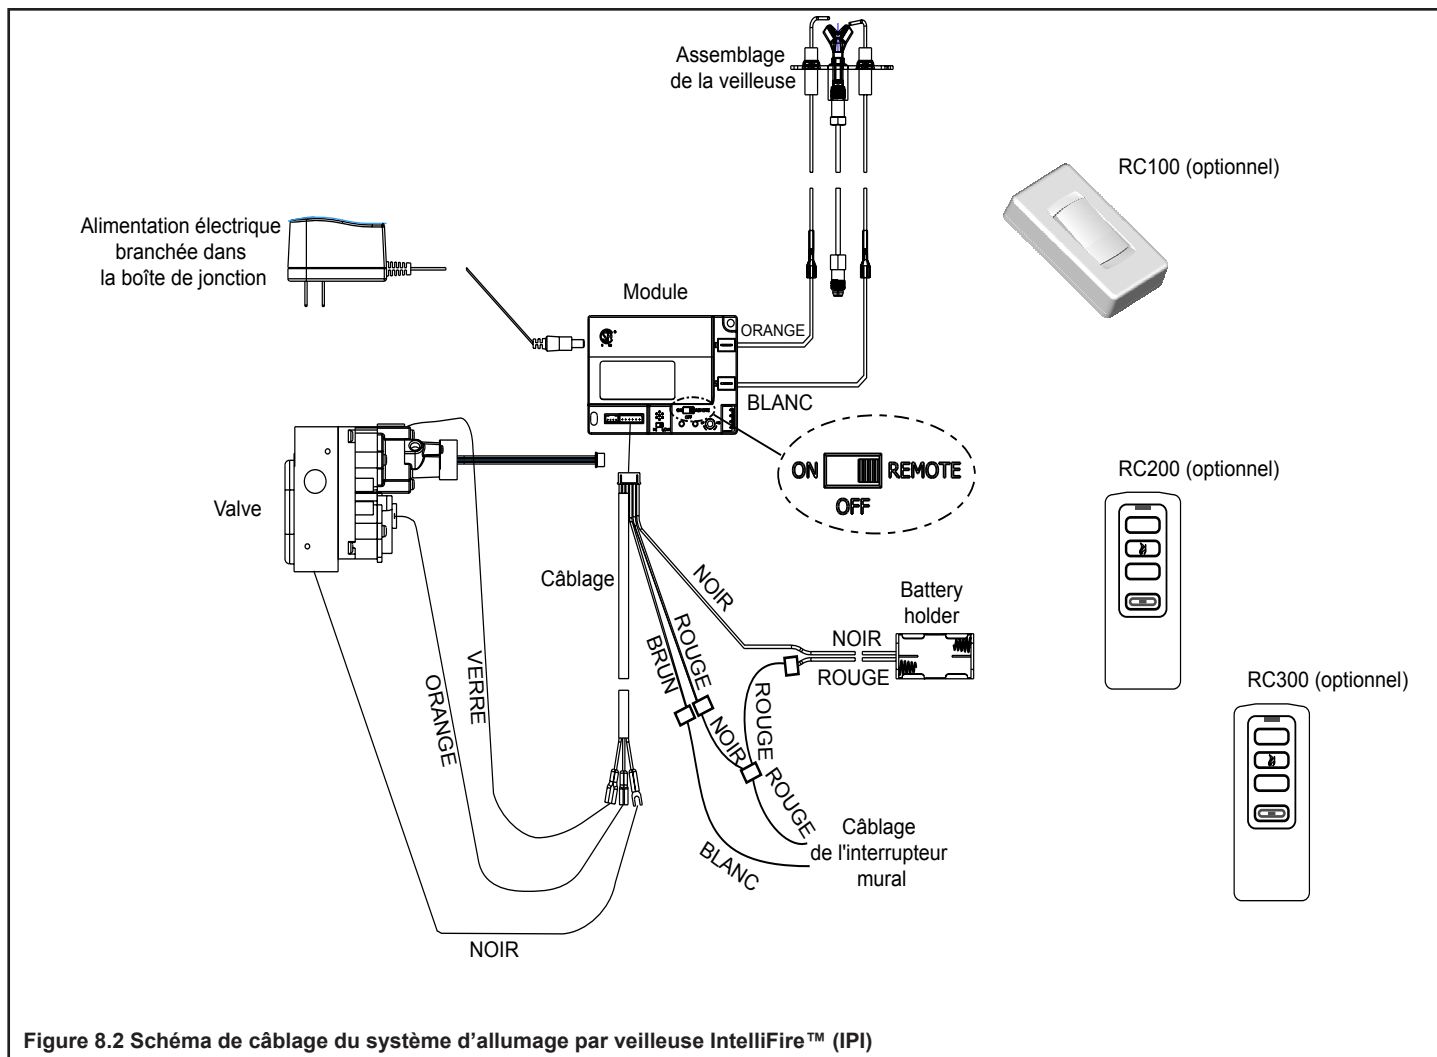

Figure 8.2 Schéma de câblage du système d'allumage par veilleuse IntelliFire™ (IPI)
- Consultez la figure 8.2, Schéma du câblage IPI.